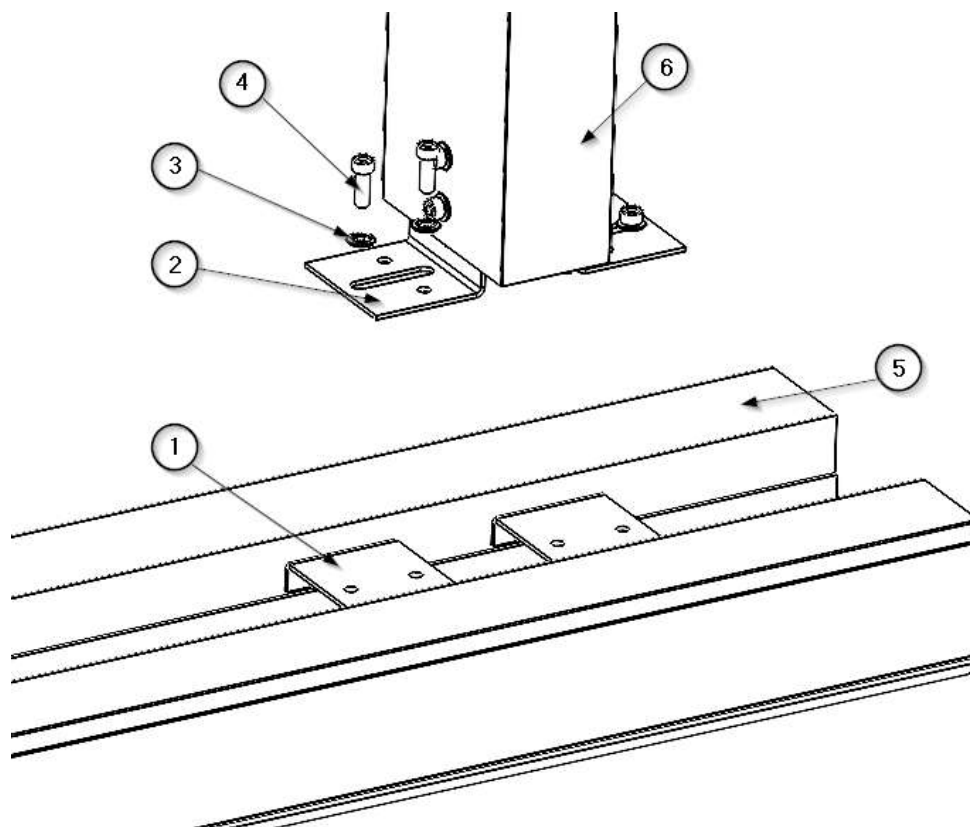

Abb. 11 Schematische Darstellung der Verankerung eines Abschnitts des ATLAS-Hauptkörpers an einem Fallrohr
- Entfernen Sie mit Hilfe des Saugnapfes ④ die obere Abdeckung zwischen den beiden Fallrohren. Diese Abdeckung ist festgedrückt.
- Setzen Sie zuerst die oberen Abdeckungen ① auf. Sie hören ein Geräusch, wenn die Abdeckung eingerastet ist. Wenn es sich um die seitliche Abdeckung handelt, schieben Sie sie bis zum Kontakt mit dem Fallrohr ② und rasten Sie sie dann ein.
Im Inneren jedes hängenden Kopfstücks ⑤ (Hauptkörper) befinden sich die Halterungen ①, die Inbusschrauben M8 x 25 mm ④ und die Sicherungsscheiben S10 ③ für die Verbindung mit den Platten ②, die an den Fallrohren ⑥ angebracht sind. Siehe Abbildung 11.